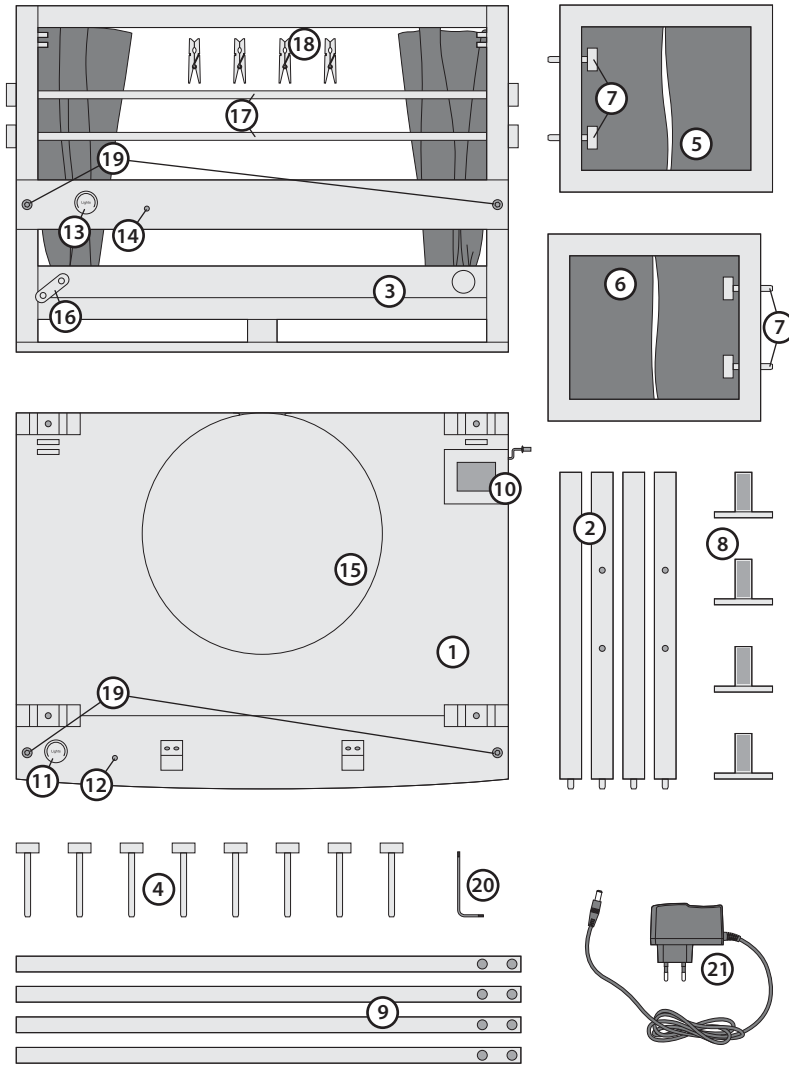

Abbildung 1
Auf der Abbildung 1 sind alle Teile des Theaters dargestellt.
Um jeden der Module der Beleuchtung (oberen und unteren Modul) aufzuladen, die Schrauben (19) von der *Abbildung 1* mit dem beiliegenden Schlüssel (2) aufschrauben. Den Modul rausziehen und mittels des Konnektors und der Aufladevorrichtung (21) am elektrischen Netz anschließen, bis die rote Diode der Aufladevorrichtung grün leuchtet.